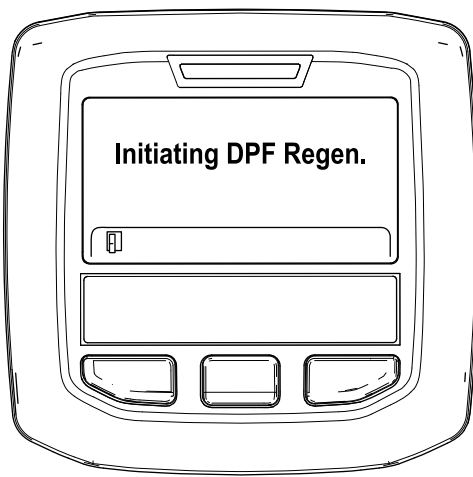

Figure 43
- A. Le message "Initiating DPF Regen." (Lancement de la régén. du FAP) s'affiche (Figure 43).